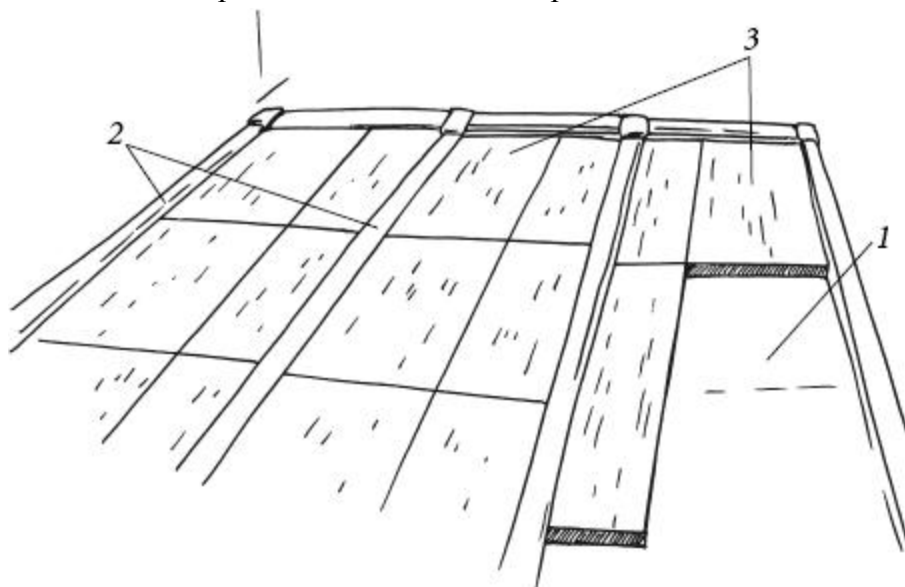

Рис. 22. Устройство двойного деревянного пола по лагам: 1) черновой пол с гидроизоляцией по лагам; 2) лаги; 3) теплоизоляционный слой
2. Устройство чернового пола. Его выкладывают из неотесанных досок шириной 15 – 50 см и толщиной не менее 2 см, тонких древесных плит или деревянных щитов, плотно прибитых к балкам перекрытия. Между досками не должно быть щелей. Роль чернового пола может играть черновая обшивка потолка нижнего этажа по несущим лагам. Если лаги, которые используют в качестве опоры для чистового пола, не являются несущими балками перекрытия, то черновой пол укладывают по несущим балкам (сверху, а не снизу) (рис. 22).